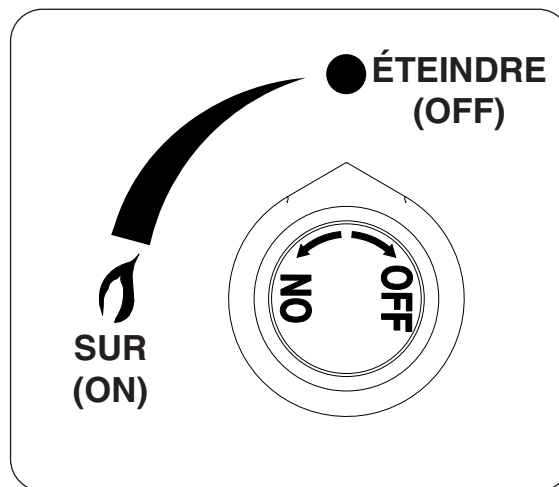

Fig. 50-2
4. **Une fois que l'allumette est allumée et placée en position**, tournez le bouton de commande dans le sens inverse des aiguilles d'une montre sur la position **ON (sur)**, appuyez et maintenez la position pendant 15 secondes (voir Fig. 50-2). Votre brûleur devrait s'allumer dans un délai de 5 secondes.
Pour éteindre votre brûleur à gaz, appuyez sur le bouton de commande du gaz et tournez-le dans le sens des aiguilles d'une montre sur la position **OFF (éteindre)** (voir Fig. 50-2). Veillez à ce que le bouton de commande soit éteint entièrement pour éviter toute fuite de gaz.